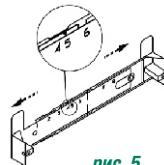

рис. 5
- прежде чем прикрепить кронштейн к стене, необходимо выставить его на нужный размер (равный ширине верхней фальштрубы). Увеличите размер кронштейна (если это необходимо), раздвинув его, и установите фиксатор напротив цифры 5 (см. рис. 5)